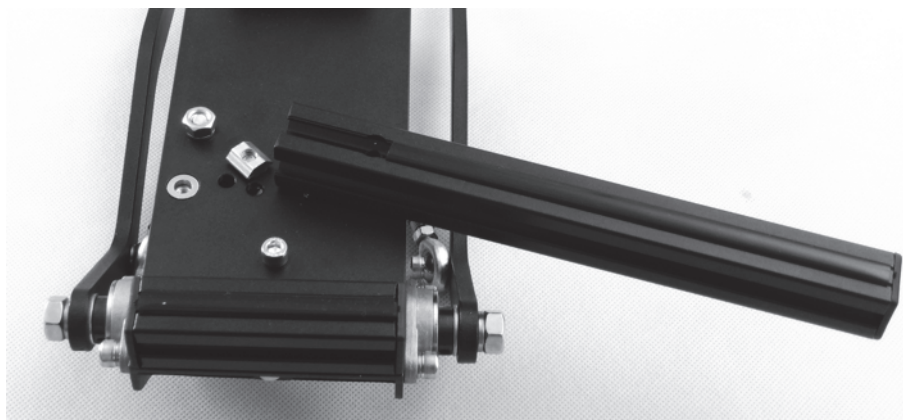

Рис. 2.8.
- 4.4. Наденьте задние ноги на профильные гайки внутренним пазом (рис. 2.8).